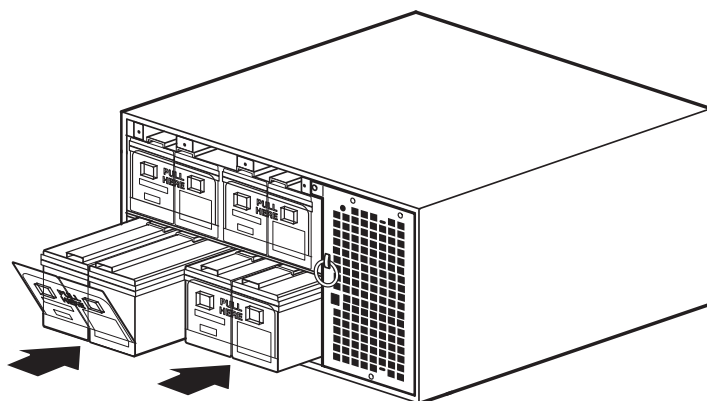

Рисунок 27. Установка аккумуляторных отсеков ИБП
3. Задвиньте аккумуляторные отсеки в шкаф (см. рисунок 27). Перед этим проверьте, что каждый отсек правильно выровнен.